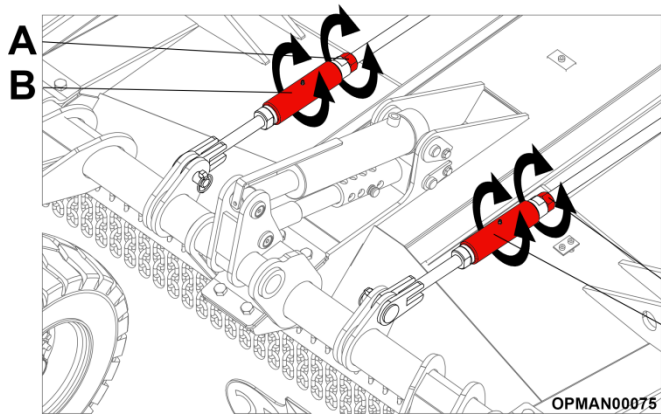

Рис. 4.21 – Регулировка поперечной рулевой тяги
4.7.1.3 Ослабьте стопорные гайки и затем поверните гайку цилиндра на регулируемых стяжках; см. рисунок 4.21 (А)
4.7.1.4 Установив желаемую высоту, снова затяните контргайки; см. рисунок 4.21 (В).